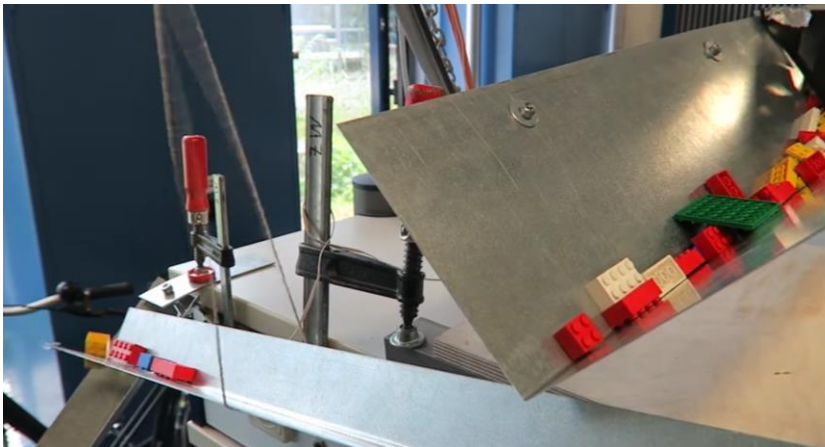

Abbildung 2: Eine V-förmige Rüttelplatte vereinzelt Legoteile [3]
- Eine Sortiermaschine, die in einem Studentenprojekt gebaut wurde, namens LegoLAS (Lego automatisch sortieren), die nach Form und Farbe sortiert. Sie nutzt V-förmige Rüttelrinnen (Abbildung 2), um die Steine zu vereinzeln und eine KI, die aus einem Foto des Steines, erkennt, welcher es ist. [3]